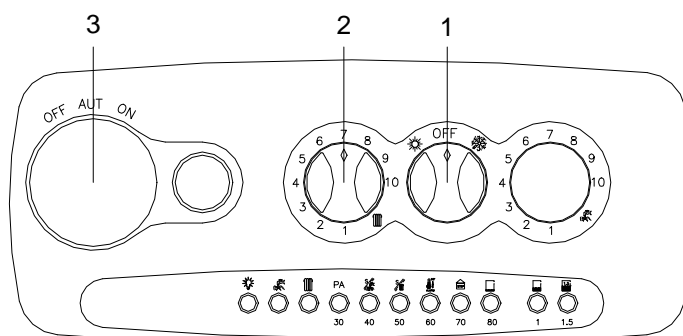

Fig. 1
### LEGENDA COMANDI (fig. 1)
- posizionare la manopola dell'interruttore 1 sul simbolo ❄ inverno (vedi fig. 1);
- Il sistema di accensione automatico accenderà il bruciatore. Potrebbe essere necessario ripetere più volte l'operazione per eliminare l'aria nella tubazione. Per ripetere l'operazione attendere circa 3 minuti poi, per sbloccare nuovamente la caldaia, spegnere (posizionando la manopola 1 fig.1 sulla posizione OFF) e quindi riaccendere l'apparecchio (posizionando la manopola 1 fig.1 sulla posizione ❄);
- posizionare l'interruttore **1** nella posizione **OFF** (fig.1 pag. I);
- posizionare la manopola **1** (fig.1 pag. I) sul programma ❄;
La regolazione della temperatura si effettua per mezzo della manopola **2** (fig.1 pag. I);